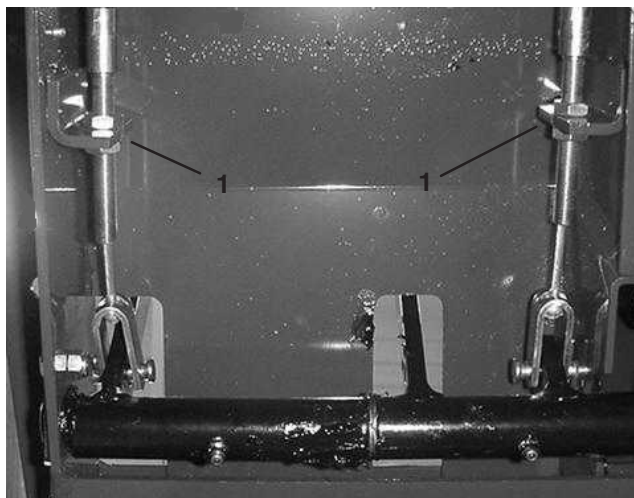

Figure 60
2. Pour réduire la garde aux pédales de frein, serrez les freins, et desserrez l'écrou avant sur l'extrémité fileté du câble de frein (Fig. 60). Serrez ensuite l'écrou arrière pour déplacer le câble en arrière jusqu'à obtention d'une garde de 13 à 25 mm. Resserrez l'écrou avant une fois que les freins sont réglés correctement.